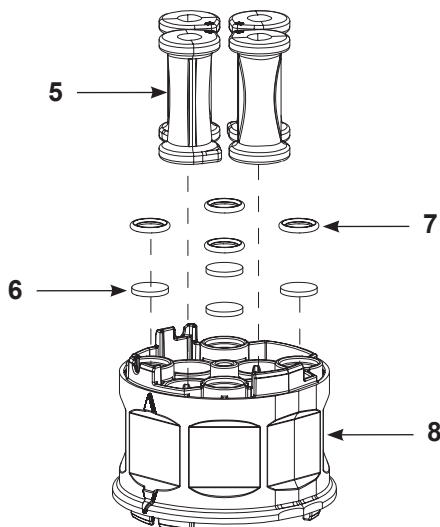

Figure 22 Assemblage du boîtier de la vanne à étranglement
2. Voir la Figure 22. Monter les vannes à étranglement (5), les disques filtrants (6) et les joints toriques (7) dans le boîtier de vanne à étranglement (8). Voir *Remplacement de la vanne à étranglement* à la page 24 pour la procédure d'assemblage.